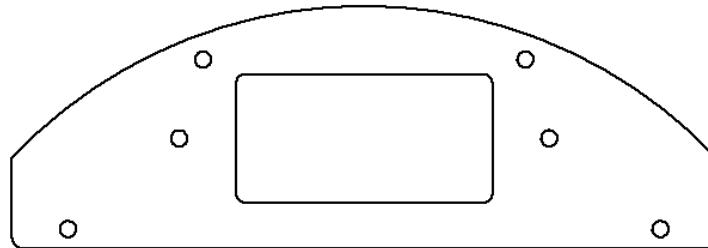
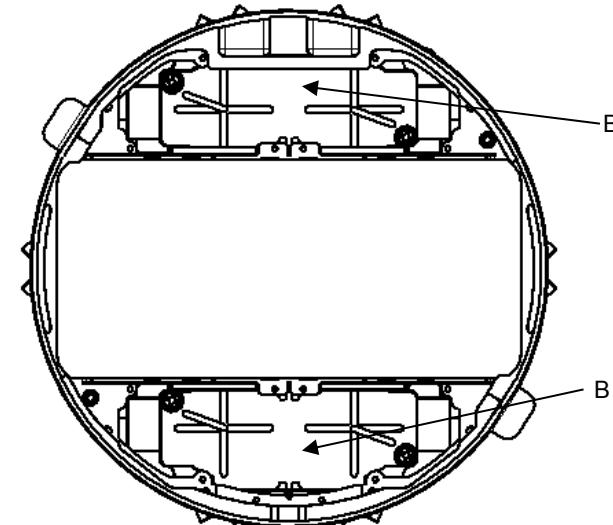

Fig. 8
Fig. 9
Install center plates S1R10CSPxxx series (Fig. 1-4) and perimeter plates S1R10PSPxxx (Fig. 8 & 10) series with #6-32 screws provided and torque to 6-10 in-lbs (0,7-1,1 Nm). To maintain fire classification, all cover plate openings must be covered with cover plates.
Monter les plaques centrales de la série S1R10CSPxxx (Fig. 1-4) et les plaques périphériques de la série S1R10PSPxxx (Fig. 8 et 10) avec les vis n° 6-32 fournies et serrer à un couple de 0,7-1,1 N·m. Pour maintenir la classification de tenue au feu, toutes les ouvertures doivent avoir un couvercle.
Las placas de cubierta de la serie S1R10xxx FRPT, compradas por separado, vienen en tres configuraciones: las placas de centro serie S1R10CSPxxx, las placas de perímetro tamaño completo serie S1R10PSPxxx y las placas de perímetro de mitad de tamaño serie S1R10PSPxxx. Al instalar las placas perimetrales de mitad de tamaño de la serie S1R10PSPxxx, el soporte perimetral S1R10PSPREPBRKT, comprado por separado, debe ser usado para mantener la calificación de fuego. Algunos dispositivos se montan directamente a las placas y algunos dispositivos se montan directamente al soporte de montaje FRPT y las placas se utilizan como placas de cubierta. Instale las placas centrales serie S1R10CSPxxx (Fig. 1-4) y las placas perimetrales serie S1R10PSPxxx (Fig. 8 & 10) con los tornillos #6-32 suministrados y el par a 6-10 in-Libras (0,7-1,1 nm). Para mantener la clasificación del fuego, todas las aberturas de la placa de cubierta se deben cubrir con las placas de cubierta.
Install perimeter cover plates S1R10PSPxxx full size series in the areas (B) as shown in Fig. 9. One example of perimeter cover plate is shown in Fig. 8.
Monter les plaques périphériques plein format de la série S1R10PSPxxx dans les sections (B) de la Fig. 9. On trouvera un exemple de plaque périphérique à la Fig. 8.
Instale las placas de cobertura perimetral serie S1R10PSPxxx de tamaño completo en las áreas (B) como se muestra en la Fig. 9. En la Fig. 8 se muestra un ejemplo de la placa de cubierta perimetral.